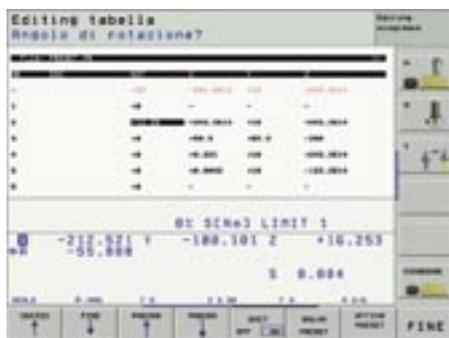

Figura 1: tabella Preset PRESET.PR
- **Modalità Manuale:** tramite softkey è possibile memorizzare l'origine attualmente attiva in una riga selezionabile della tabella Preset. (figura 1).